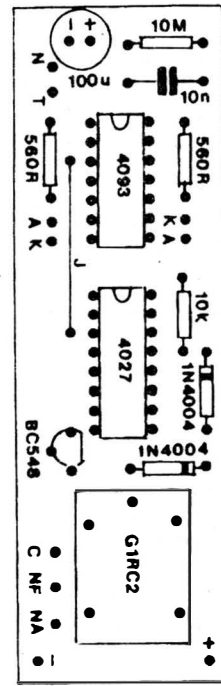

Fig.3
- FIG. 3 - CHAPEADO DA MONTAGEM - Agora a face não cobreada da placa, já com todas as principais peças colocadas... Como é de praxe nas nossas des-